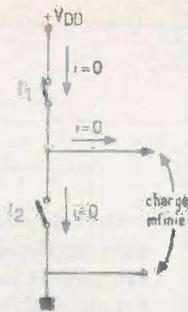

Fig. 2
## Le circuit électronique (fig. 2)
- Si la sortie se trouve dans l'état 0,  $I_2$  est fermé, mais, cette fois,  $I_1$  est ouvert. Toujours avec une charge infinie, l'alimentation ne débite pas et la consommation est nulle (fig. 2).